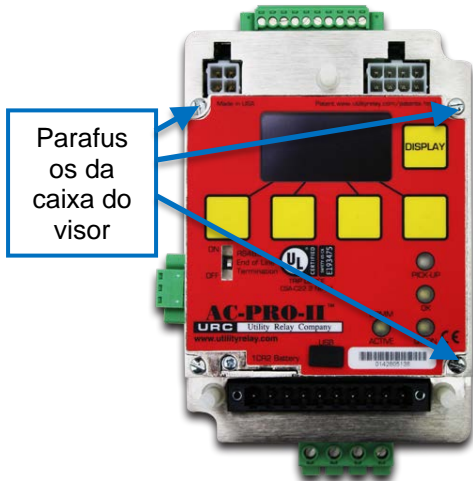

Figura 22.1: locais dos parafusos na caixa do visor
- Quatro (4) parafusos prisioneiros. Consulte Figura 22.1
- Solte os quatro (4) parafusos prisioneiros com uma chave de fenda.
- Aperte os quatro (4) parafusos prisioneiros.